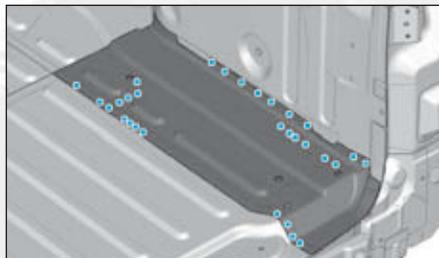

FIG.227
- par points bouchons MAG, puis meuler les points de soudure (Fig.227),